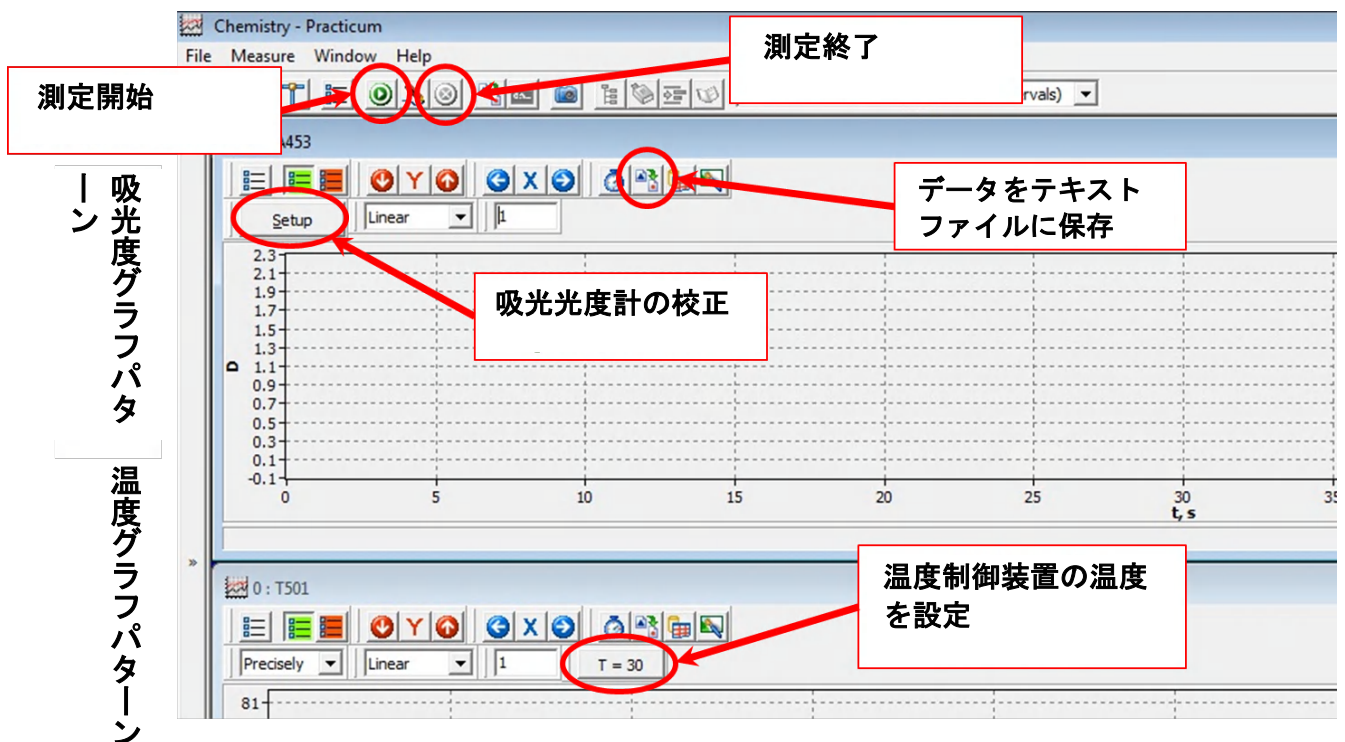

図6 “Chemistry-Practicum”ソフトウェアのインターフェイス
- 4) 対応するグラフパターン上のメニューバーで、以下のパラメータを設定せよ (図 6)。